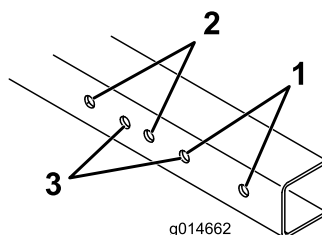

图2
1. 请参阅图2确定应该选用哪些安装孔以适合您的果岭剪草机宽度。
注意 在 Greensmaster 1000、1010 和 2000 上当配备疏草刀时必需卸下疏草刀端的车轮轴然后购买并安装新的车轮轴零件号 106-5385。此外疏草刀端的轨道总成必须安装到 Greensmaster 1600 和 1610 孔位置上图2。